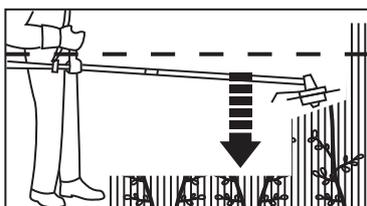

Fig. 17
- Ne jamais tenir la tête de coupe plus haut que la hanche. Plus la tête de coupe est tenue haut, plus le risque de projection d'objets est élevé (voir Fig. 17).